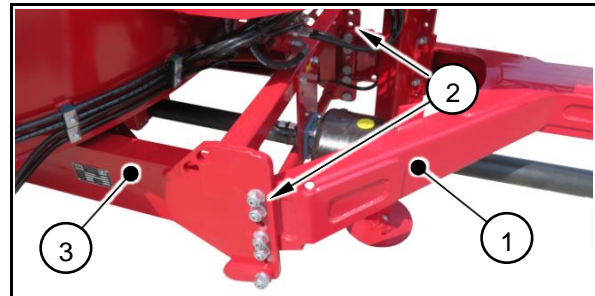

Fig. 51
Die Zugdeichsel (1) lässt sich im Verstellbereich der Positionslöcher (2) in unterschiedliche Höhen gegenüber dem Fahrgestell (3) verschrauben (Fig. 51).